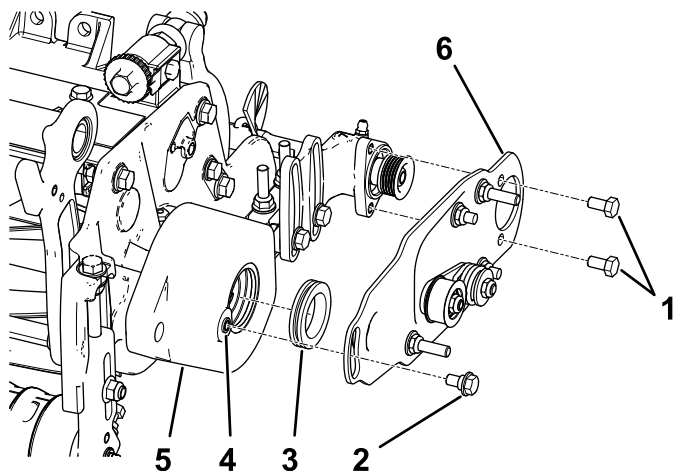

图 10
2. 在滚筒刷架中的套环内径上涂抹一层润滑脂 图 10。
3. 安装左侧或右侧滚筒刷枢轴板 图 10。
注意 确保怠轮皮带轮组件按图 10 中所示安装在底部。
4. 为 2 个螺栓 5/16 x 1/2 英寸涂抹防松螺纹油并用这两个螺栓将滚筒刷侧板安装到滚筒刷轴承座上图 10。
5. 用 5/16-18 水龙头清除滚筒刷架中螺纹上的油漆然后再拧入轴肩螺栓图 10。
6. 在轴肩螺栓上涂抹防松螺纹油图 10。
7. 用轴肩螺栓将滚筒刷侧板固定至滚筒刷架上图 10。